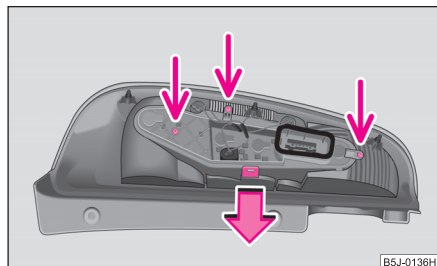

Fig. 193 Dépose de la partie centrale du bloc optique arrière
- Pour accéder aux ampoules, dévissez la partie centrale du bloc optique arrière et écartez les ergots de blocage ⇒ fig. 193.
- Revissez la partie centrale du bloc optique arrière sur le boîtier ⇒ fig. 193.